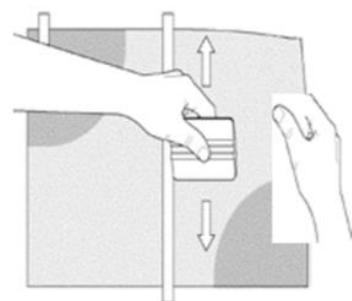

Figura 11
6. Tenere la grafica lontano dalla superficie con una mano, facendo attenzione a non raggrinzirla o deformarla. Lasciare che l'adesivo tocchi la superficie mentre si applica la pressione durante la spatolata. Spatolare la grafica cominciando dal centro della cerniera del nastro e lavorando verso l'esterno fino al bordo più vicino. Vedi figura 11. Spatolare usando colpi decisi e sovrapposti.